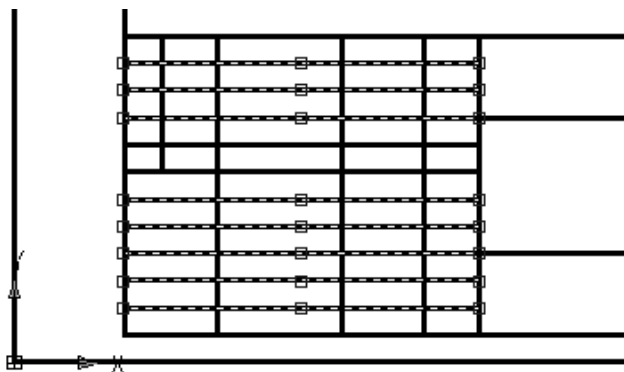

Рис. 7.17. Горизонтальные отрезки штампа после операции выбора отрезков
Рассмотрим пример, когда на слое имеются отрезки разной толщины. По стандарту часть коротких горизонтальных линий в левой части штампа должна иметь меньшую толщину, чем другие объекты этого слоя. На рис. 7.17 они отмечены опорными точками. Однако два внутренних отрезка должны иметь переменную толщину. Каждый из отрезков сначала обрезается командой **TRIM** (ОБРЕЗАТЬ) до границы между разными толщинами, а затем по обрезанным частям строятся новые отрезки, так что вместо одного длинного отрезка получается два отрезка, соединенные в месте изменения их толщины.
1. Выберите горизонтальные отрезки штампа, у которых необходимо изменить толщину (рис. 7.17). В опорных точках отрезков засветятся синие прямоугольники.